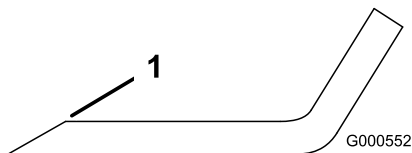

Figure 68
1. Au moyen d'une lime, aiguissez les tranchants aux deux extrémités de la lame (Figure 68).
Remarque: Si la lame est déséquilibrée, limez un peu l'extrémité de l'ailette seulement (Figure 68).